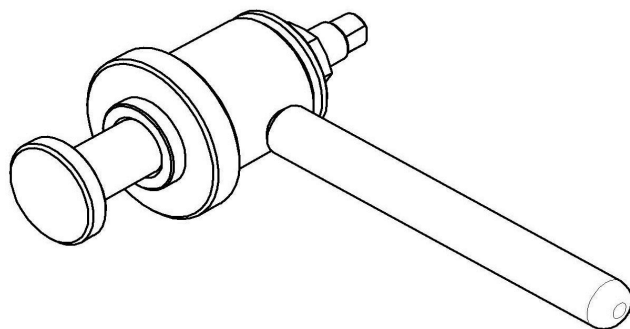

Рис. 15. Приспособление для запрессовки манжет.
- используя приспособление для запрессовки манжет (см. рис. 15) установить манжету 1;